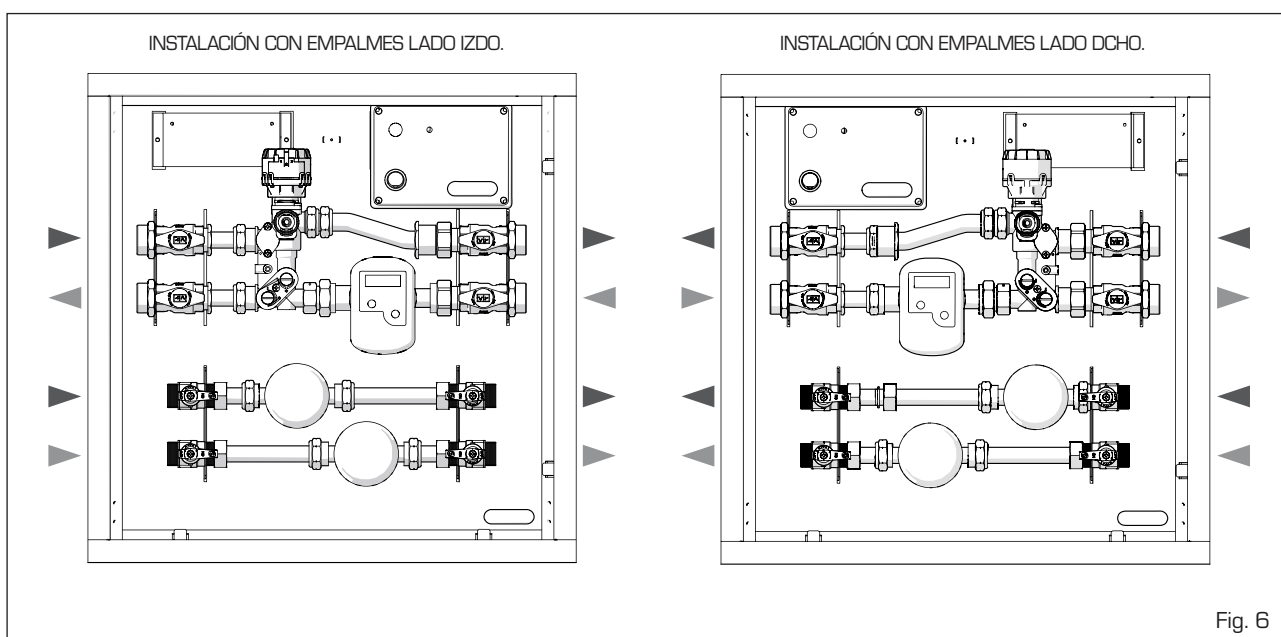

Fig. 6
Si se invierten los empalmes, se debe intercambiar la posición de la vaina portasonda (3) con la del tapón (4). Para hacerlo, quite los muelles de sujeción (1) y (2), y extraiga la vaina portasonda (3) y el tapón (4). Intercambie la posición de la vaina portasonda y del tapón. Coloque el núcleo hidráulico como en la "Fig. 6" en la página .